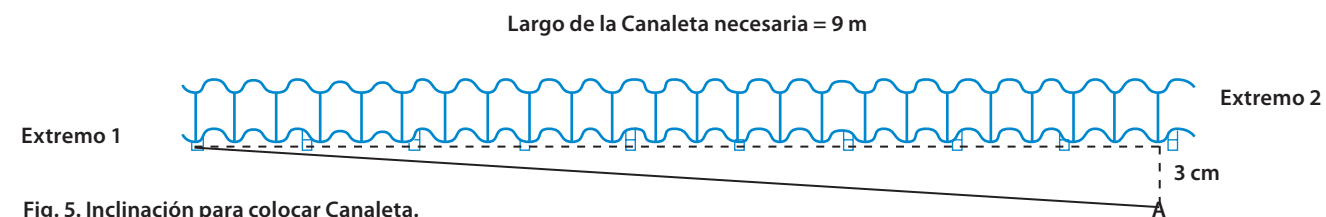

Fig. 5. Inclinación para colocar Canaleta.
d. Coloque un hilo y fíjelo en el Extremo 1, lleve el hilo hasta el Extremo 2 y sujételo contemplando la distancia de inclinación al punto A (ver Fig. 5).